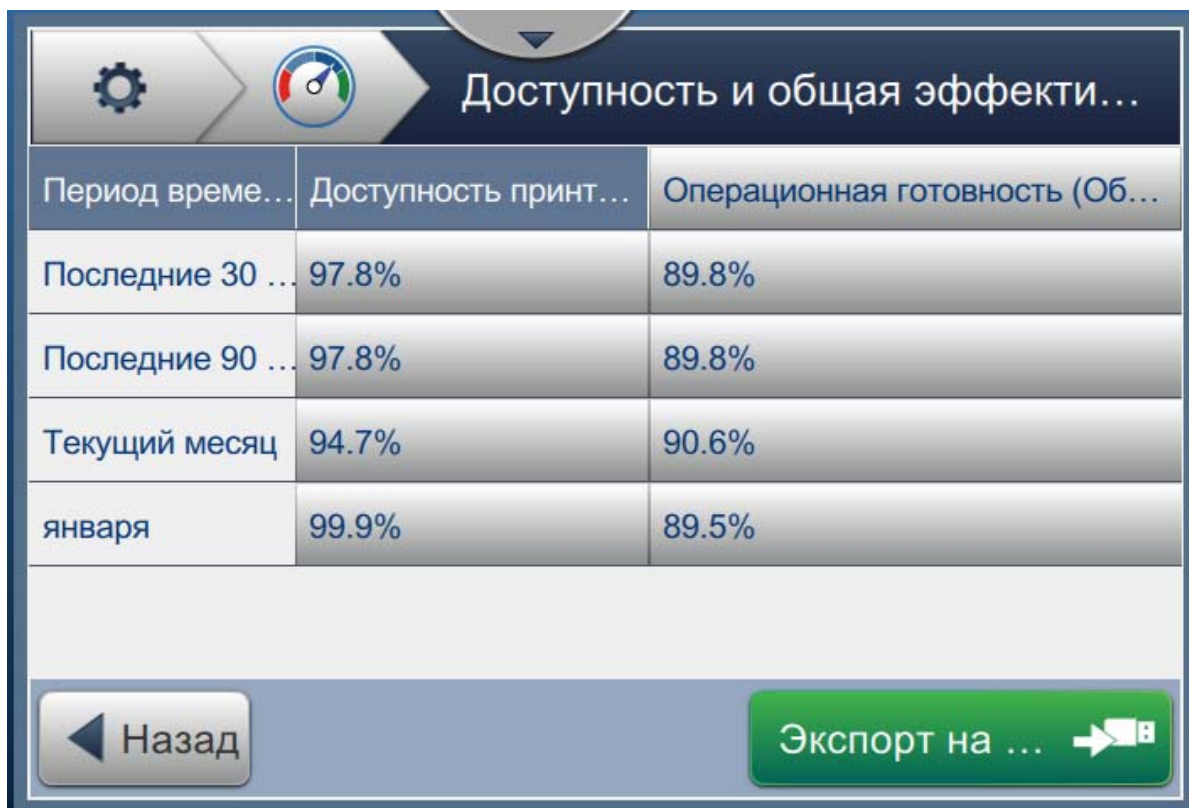

Рис. 6-37. Производительность – доступность по ОЭО
2. Данные доступности принтера и эксплуатационной доступности отображаются с временным интервалом для общего времени работы принтера, как показано на Рис. 6-37.